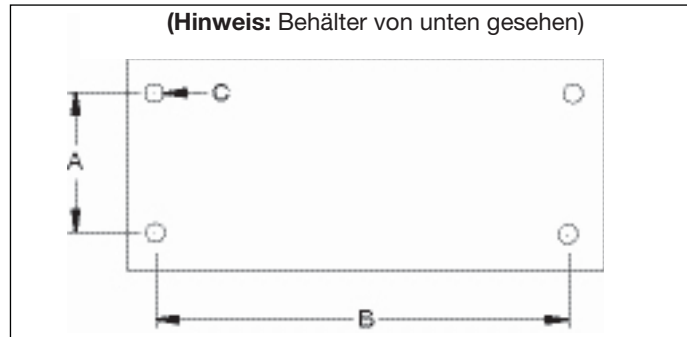

Abb. 3, Elektrische Anschlüsse
4.2 Pumpenbefestigung (siehe Abb. 3)
In Abb. 3 finden Sie die Abmessungen für die Befestigung der Pumpe auf einer festen Fläche.